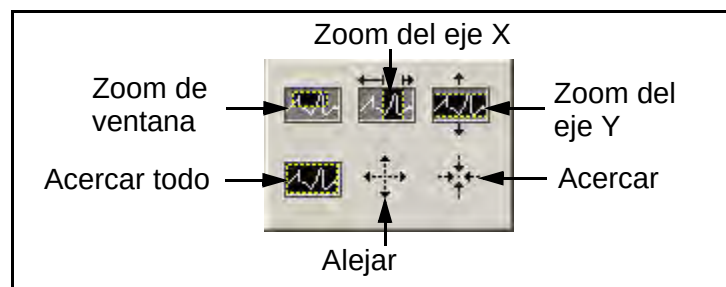

Figura 59: Herramienta Zoom
- Herramienta Zoom: ofrece las seis opciones que se muestran en la *Figura 59*.